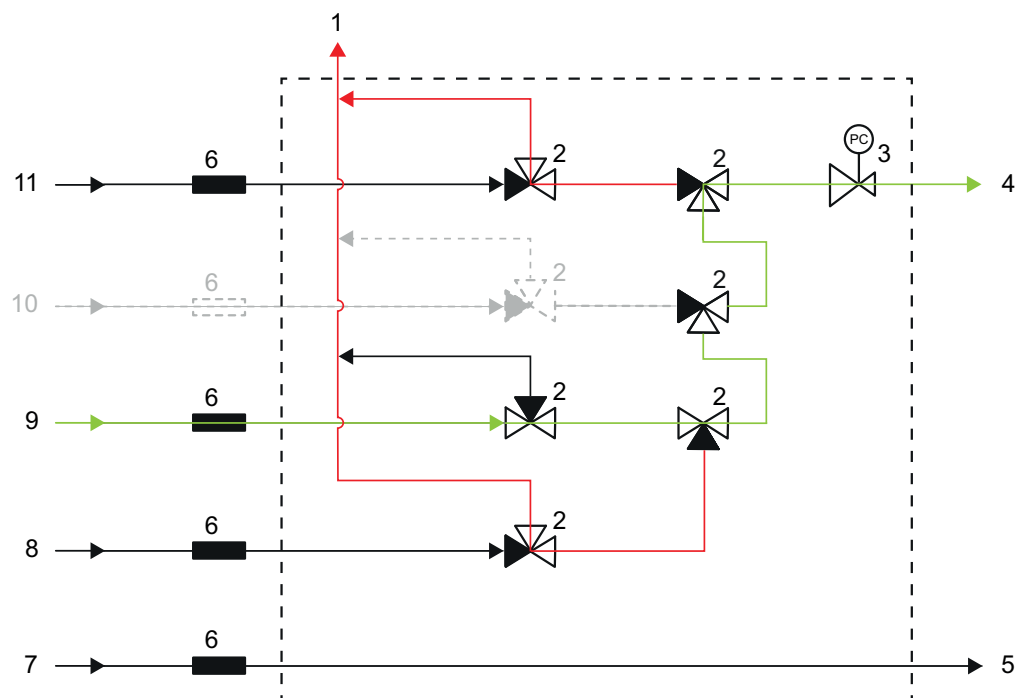
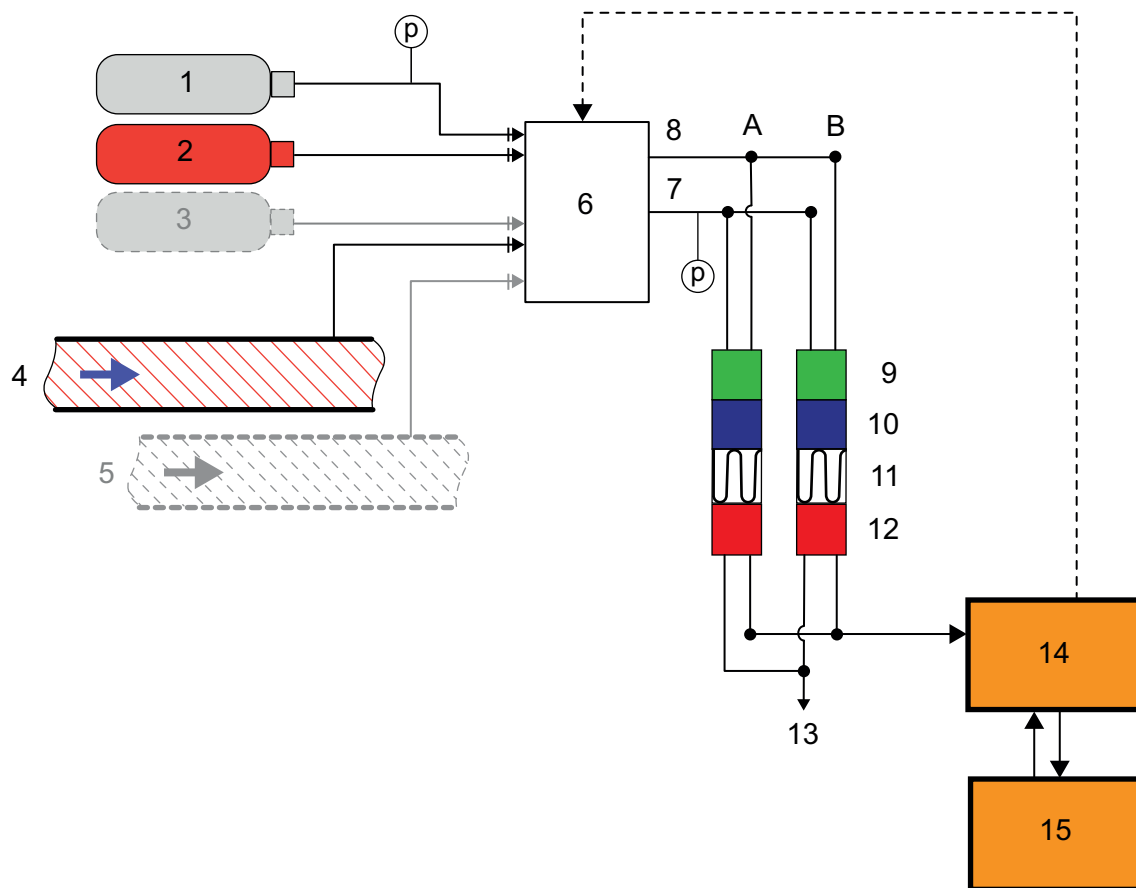

Abb. 6: Gasverteilung (Prinzipskizze)
Abb. 7: Blockdiagramm Gaschromatograph
Um die Kontamination des selektierten Gasstroms durch eventuelle Leckagen der Ventile zu vermeiden, wurde die sogenannte "Double Block and Bleed"-Anordnung der Ventile gewählt (vgl. Abb. 6).
In der Abb. 6 ist das Kalibrierigas zugeschaltet (grün dargestellt) und es ist zu erkennen, dass die Volumina zwischen den Ventilen der anderen Gasströme gegen Atmosphäre entlüftet sind (rot dargestellt). Auftretende Leckagen können somit den Analysengasstrom nicht kontaminieren.
In nachfolgender Abb. 7 ist der funktionale Aufbau des Gaschromatographen als Blockdiagramm dargestellt.
Mittels einer Probenentnahmesonde wird eine Gasprobe aus der Prozessleitung entnommen (Abb. 7, Pos. 4) und in die Gasverteilung (Abb. 7, Pos. 6) geleitet. Je nach Anforderung (z. B. Analyse oder Kalibrierung) wird einer der folgenden vier Gaseingänge über Steuerventile (eine „Double Block and Bleed“-Ventileinheit, vgl. Abb. 6) in Richtung der Säulenmodule A und B geschaltet:
- Messgas 1 (Abb. 7, Pos. 4)
- Messgas 2 (optional) (Abb. 7, Pos. 5)
- Kalibriergas (Abb. 7, Pos. 2)
- Referenzgas bzw. ext. Prüfgas (optional) (Abb. 7, Pos. 3)
Bevor die zu analysierende Probe den Säulenmodulen zugeführt wird, erfolgt eine Druckreduzierung (Abb. 6, Pos. 3), um einen definierten Druck in den Säulenmodulen sicherzustellen. (Optional kann auch ein Gastrockner vorgesehen werden).
Zusätzlich wird das Trägergas (Abb. 7, Pos. 1) den Säulenmodulen über die Gasverteilung zugeführt. Die Druckeinstellung des Trägergases muss direkt an der Druckregelung der Trägergasflasche erfolgen, da kein weiterer Druckregler installiert ist.
Zwar verfügen die einzelnen Säulenmodule zusätzlich über eine Druckregelung (Abb. 7, Pos. 9) zur Einstellung des Trägergasdrucks, aber diese dient ausschließlich dazu, den Trägergasdruck für die Analyse konstant zu halten, um gleichbleibende Analyseergebnisse sicherzustellen. Eine Einstellung des Trägergasdrucks kann hier nicht vorgenommen werden.
Eine genau definierte Menge des zu analysierenden Gases wird mittels des Injektors (Abb. 7, Pos. 10) auf die Trennsäulen (Abb. 7, Pos. 11) geleitet. Diese Probe wird durch das Trägergas, welches die sogenannte mobile Phase darstellt, durch die Trennsäulen geleitet.
Ein Wärmeleitfähigkeitsdetektor (Abb. 7, Pos. 12) erfasst den Austritt der Komponenten. Für jede Komponente wird somit ein unterschiedlich langes und hohes Signal erzeugt, ein sogenannter Peak. Die Fläche unter der Signalkurve dient als Maß für den entsprechenden Stoffmengenanteil.